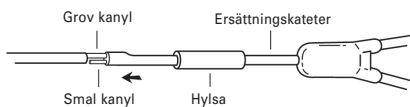

Fig. 3
3. En liten (kort ände) och stor (lång ände) metallkanyl är monterad i ersättningskateterns ände. Skjut in den stora metallkanylen en liten bit i den stora lumen på katetern. (Fig. 3)